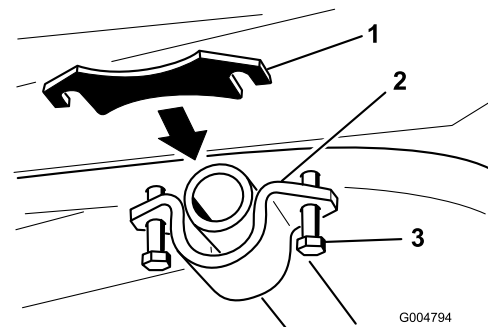

Figura 21
6. Instale el/los suplemento(s) necesarios según se muestra en Figura 21. Afloje los pernos que sujetan el soporte del tubo de giro para crear un espacio entre el bastidor y el soporte del tubo de giro. Instale el/los suplemento(s) y apriete todos los herrajes.